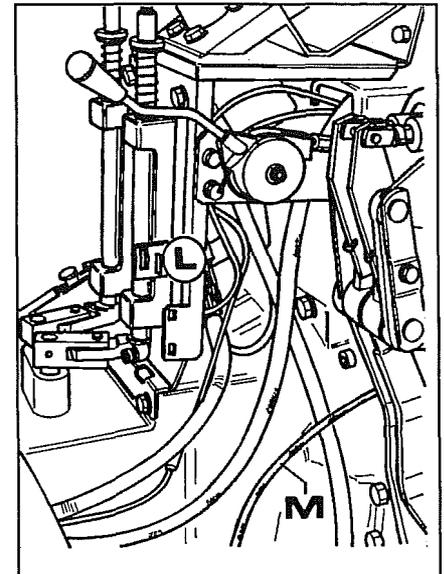

Fig. 10
6. Quitar el soporte **L** fig. 10 de los mandos cambio y desconectar el cable **M** mando acelerador de pedal, trabajando desde abajo de la plataforma.